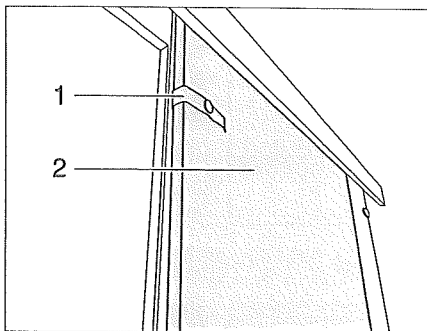

Bild 77 Skjutdörr
- Lossa säkringskedjan (Bild 77,1).
- Dra skjutdörren (Bild 77,2) till stängt läge.
- Dra skjutdörren (Bild 77,2) till öppet läge.
- Fäst skjutdörren med säkerhetsbandet (Bild 77,1).